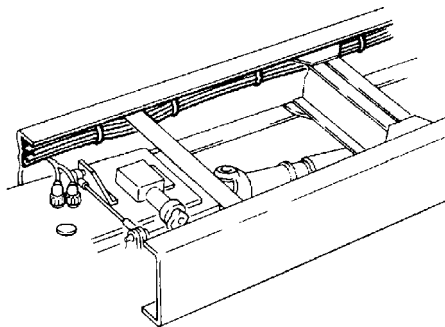

Figura 9
- Las fijaciones de los cables deben estar posicionadas paralelamente al plano de referencia, o sea, adheridas con una estructura metálica al chasis / cabina (figura 9, página 11).